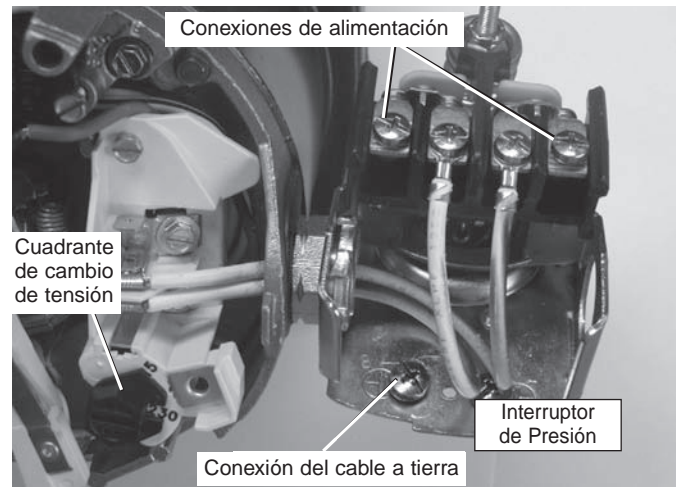

Figura 8: Tensión configurada para 230 voltios, tipo cuadrante.
3. Conecte los conductores de alimentación a los dos tornillos exteriores en el manóstato según se ilustra en el Figura 8.
4. Conecte el cable a tierra a una de las conexiones a tierra según se ilustra en la Figura 8.